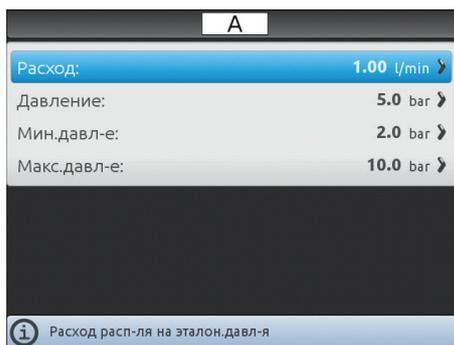

Рис. 83
- Введите технические характеристики (Рис. 83).